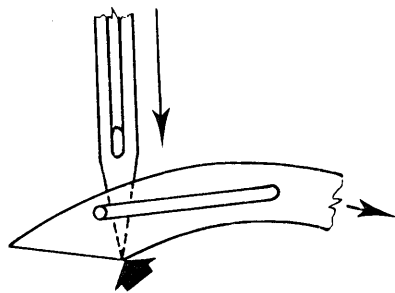

Fig. 19
3. Sulle teste ad 1 ago punto catenella doppia classe 264 la punta dell'ago, durante la sua discesa, deve coincidere con il punto di convergenza delle 2 linee che formano il profilo inferiore della lama del crochet (fig.19).
3. On class 264 1-needle double locked chainstitch machines the needle point, during the downward movement of needle, must coincide with the point of convergence of the 2 lines forming the lower outline of the looper blade (fig. 19).